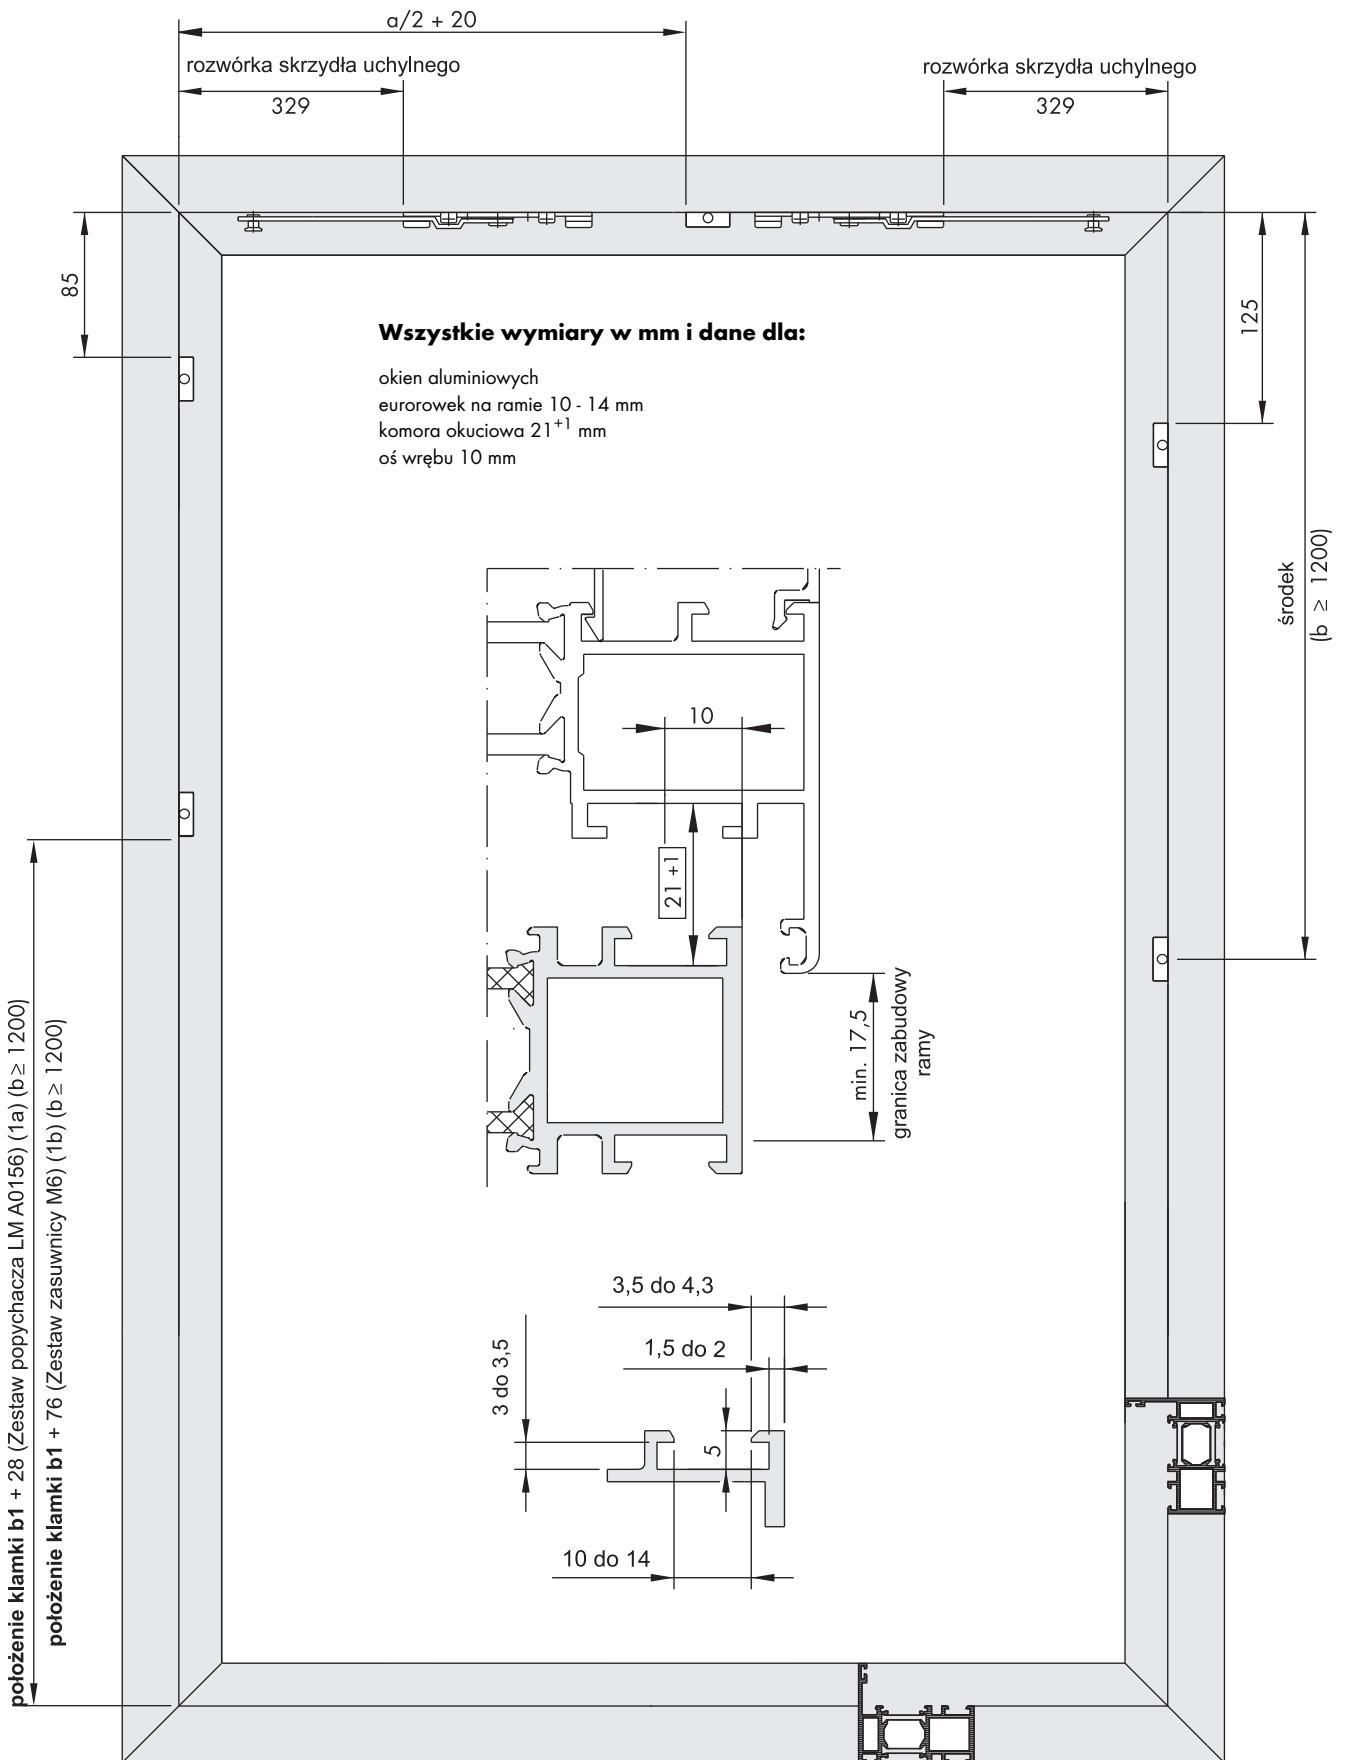

rys. 2
- C** Zwolnić odbojnik (**14**) (rys. 2).
- D** Wstawić blokadę (**13**) w wyznaczonym rowku i zatrzasknąć na miejscu (rys. 2).